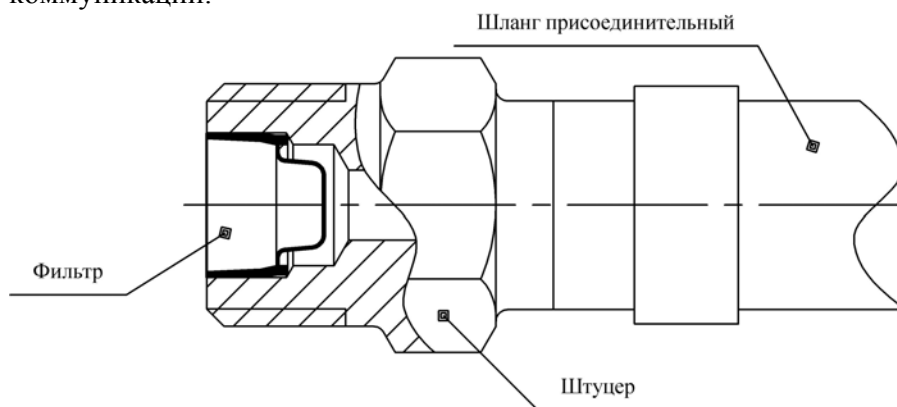

Рис. 1.
3) В плите предусмотрено два подвода газа, что позволяет производить установку гибкого присоединительного шланга, входящего в состав плиты, как справа, так и слева. Перед установкой присоединительного шланга необходимо проверить наличие и целостность фильтра установленного в штуцер газового шланга с наружной резьбой G1/2" (см. рис. 1). Штуцер завернуть в газовый кран на газопроводе, после чего закрепить газовый шланг на одном из подводов коллектора плиты при помощи прокладки и накидной гайки, сняв при необходимости заглушку. На другом подводе коллектора должна быть установлена заглушка.